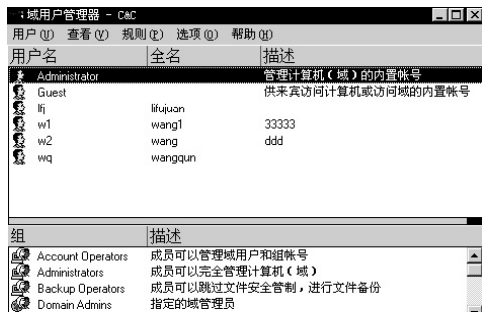
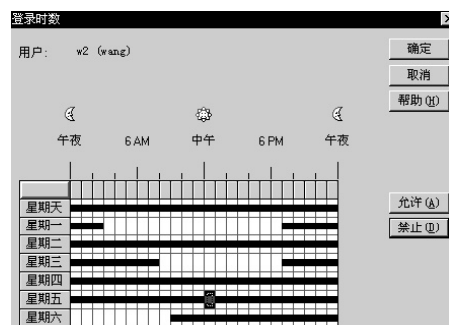

图 1
图 3
1. 选择“开始 / 程序 / 管理工具(公用) / 域用户管理器”，进入“域用户管理器”工作窗口，如图 1。
2. 在图 1 中选择“用户”菜单下的“新用户”项，将出现图 2 所示的对话框。在该对话框中，你可以按照提示输入新建帐号的有关信息，包括用户名、全称（用户全名）、描述（用户的说明信息）以及密码等内
具体设置方法是，在图 1 所示的窗口中先选定一个或多个被设置的用户名，再选择“用户”菜单下的“属性”栏（当选定的是一个用户时也可双击此用户名），待出现“用户属性”窗口后，点击窗口下方的“时数”按钮，将出现图 3 所示的“登录时数”对话框。
①在图 1 所示的“域用户管理器”窗口中选择一个样本帐号，如 WQ；